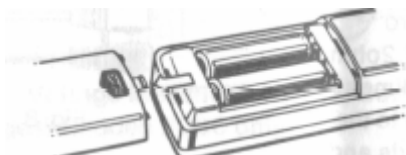

图 10
(1) 把测量导线从仪器上拆除, 将电源开关设置到 “OFF” 位置。
(2) 如图 10 方向推动电池盒后盖将其移开。